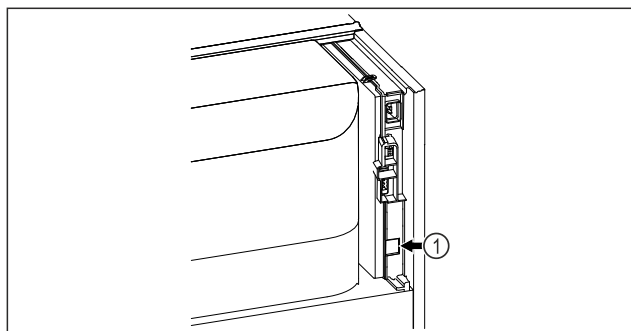

Fig. 125
- Moduli SmartModule Fig. 125 (1) është vendosur.